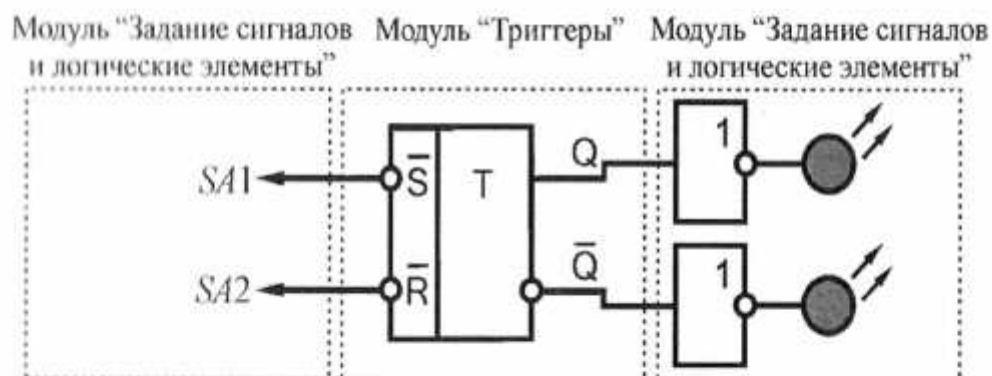

Рис. 5.9. Схема электрическая соединений лабораторных модулей для изучения работы асинхронного RS -триггера
2. Согласно рис. 5.9 выполнить электрические соединения модулей для изучения работы асинхронного RS -триггера. Монтаж схемы производить при отключенных автоматических выключателях и переключателях питания.
Состояния выходов Q и $\bar{Q}$ триггера контролировать при помощи светодиодов на выходе буферных элементов (рис. 5.9). Задавая различные комбинации логических уровней на входах $\bar{S}$ и $\bar{R}$ заполнить таблицу режимов работы асинхронного RS -триггера (табл. 5.7).